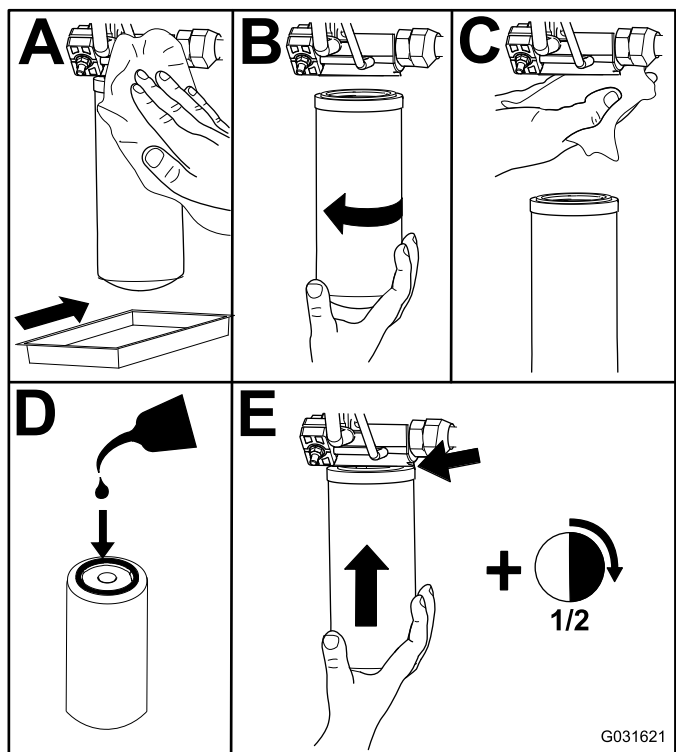

Figure 87
2. Remplacez les filtres hydrauliques (Figure 87).